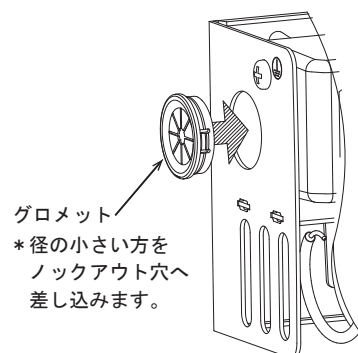

図 11 グロメットの取り付け
(1) グロメットを対象のロックアウト穴へ『図 11』で示す向きで差し込みます。
(3) 外れないことを確認します。